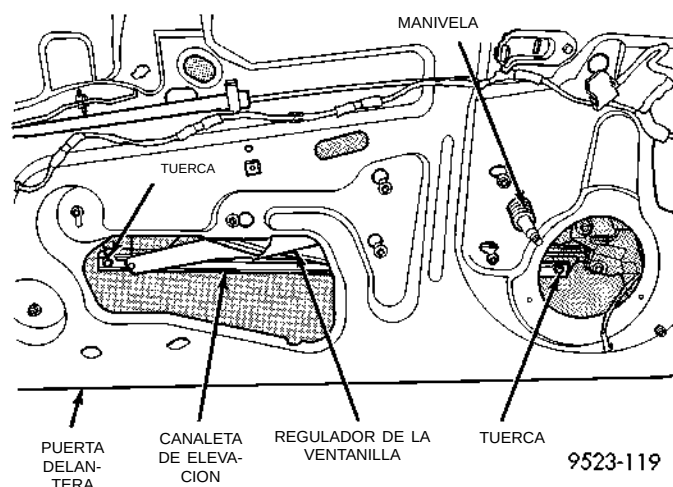
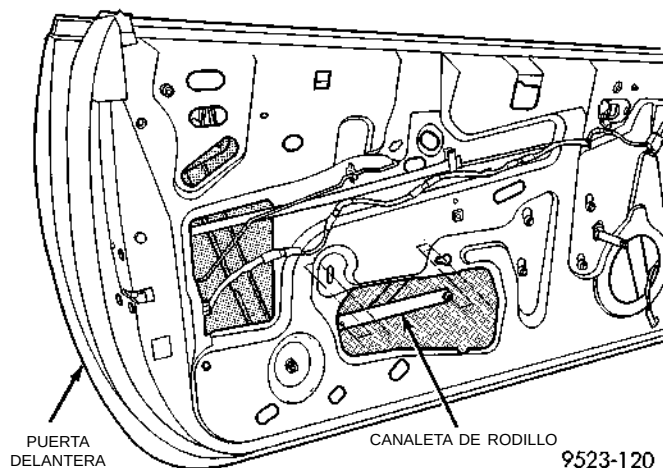
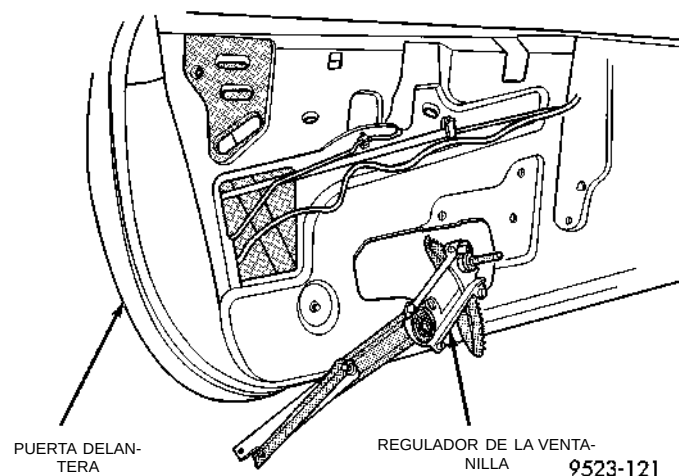
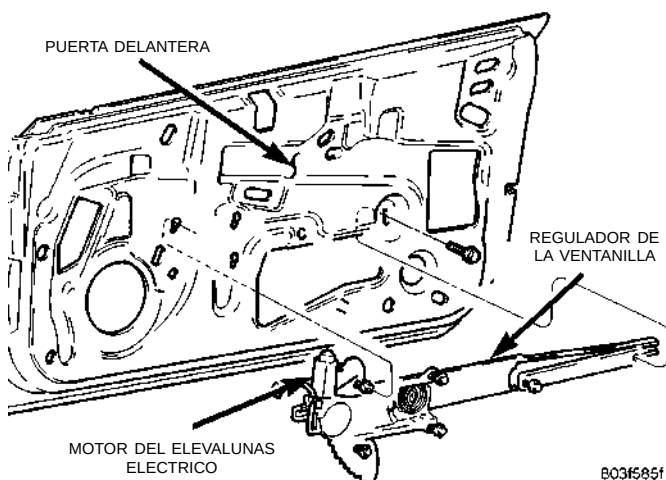

Fig. 18 Canaleta de elevación del regulador
Fig. 19 Canaleta de rodillo
Fig. 20 Regulador manual de la ventanilla
Fig. 21 Regulador del elevavinas eléctrico
- (1) Retire el panel tapizado de la puerta y el protector contra el agua.
- (2) Desconecte el conector del cable al motor del elevallunas eléctrico, si el vehículo lo tiene instalado.
- (3) Retire las tuercas que fijan la canaleta de elevación del regulador al cristal de la puerta (Fig. 18).
- (4) Asegure el cristal de la puerta. El cristal debe estar cerrado.
- (5) Marque la posición del perno trasero de la canaleta de rodillo en el panel interior de la puerta para facilitar la instalación.
- (6) Retire el perno que sujeta la parte trasera de la canaleta de rodillo al panel de la puerta.
- (7) Afloje el perno que sujeta la parte delantera de la canaleta de rodillo al panel de la puerta.
- (8) Separe la canaleta de rodillo del panel de la puerta (Fig. 19).
- (9) Afloje los pernos que sujetan el regulador de la ventanilla al panel interior de la puerta.
(10) Separe las cabezas de pernos de las muescas del ojo de llave, en el panel interior de la puerta.
(11) Retire el regulador de la ventanilla a través del orificio grande en el panel interior de la puerta (Fig. 20) y (Fig. 21).
(12) Retire el motor del elevallunas eléctrico del regulador, si el vehículo lo tiene instalado. Para informarse sobre el procedimiento del Motor del elevallunas eléctrico, consulte el Grupo 8S.